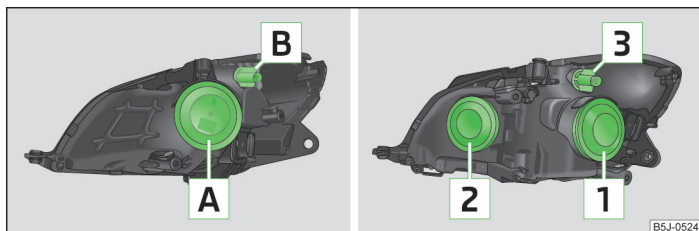

Fig. 154 Dispunerea becurilor: Faruri cu halogen/Proiectoare cu halogen
- » Scoateți capacul din cauciuc » fig. 154 la pagina 200.
- » Detașați capacul din cauciuc » fig. 154 la pagina 200.
- ▶ Detașați capacul din cauciuc » fig. 154 la pagina 200.
- ▶ Rotiți soclul » fig. 154 la pagina 200, resp. soclul până la limită în sens anti-orar, și extrageți-l, împreună cu becul pentru lumina de semnalizare.
- ▶ Scoateți capacul din cauciuc » fig. 154 la pagina 200, resp. .